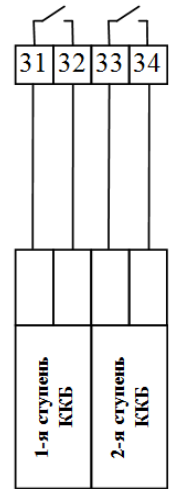

Рис. 13
- Наличие, количество и тип исполнительных устройств определяется типом установки и конфигурацией приложения. В разных конфигурациях к одним и тем же клеммам подключаются разные устройства (или не подключаются никакие). См. рис. 13, также см. Приложение 1. Управление осуществляется «сухими контактами», допускающим коммутацию нагрузки не более, чем 1А при ~250В. Не допускается коммутировать нагрузку, превышающую, эти параметры.